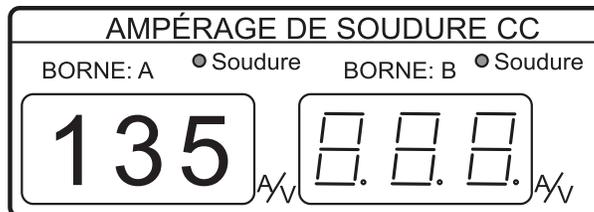

Figure 38. Appareil de mesure de la soudure en CC (135 ampères)
5. Le courant sélectionné (ampères) s'affiche sur le compteur de soudage CC. L'exemple présenté dans la Figure 38 correspond à une valeur de courant constant de 135 ampères.